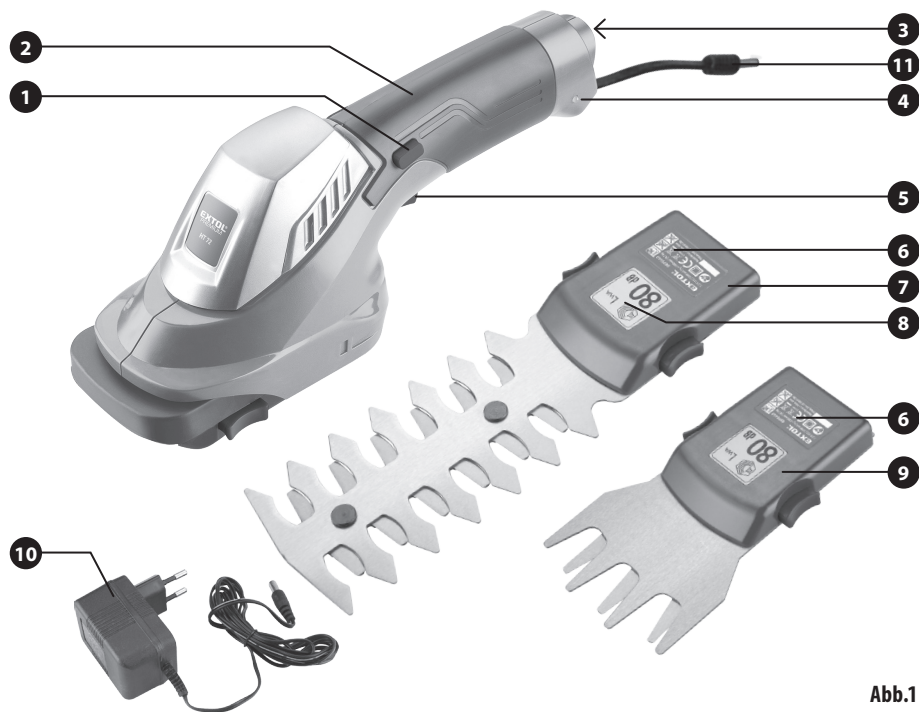
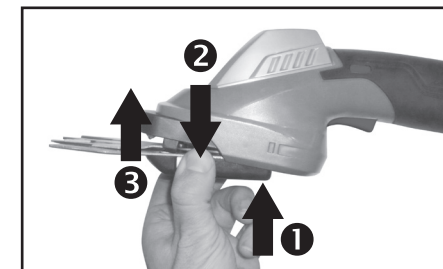

Abb.1
Abb. 3
- ➔ Wählen Sie den Aufsatz je nach Art der auszuführenden Tätigkeit nach der Abb. 1 und gehen Sie bei der Montage nach der Abb. 3 vor.